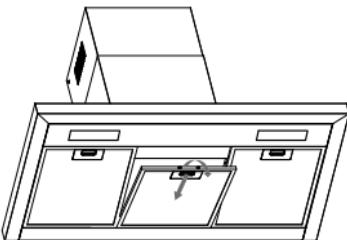

Fig. 6
3. Acesse o motor do aparelho abrindo o filtro de alumínio (Fig. 6), fixe os filtros de carvão ativado no motor, observando o correto encaixe das ranhuras (Fig. 7) no suporte plástico do motor e girando-os no sentido horário (Fig. 8).